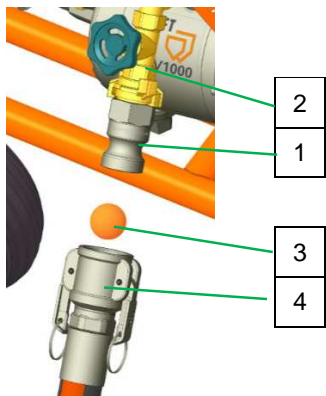

图 74: 清洁砂浆软管
4. 将精细砂浆喷嘴 (5) 从喷射器取下。
5. 松开吊环螺栓 (6)，将空气喷管 (7) 从喷射器拉出。
6. 开启取水阀门图 74 位置 2，直至海绵球从精细砂浆喷嘴中溢出。